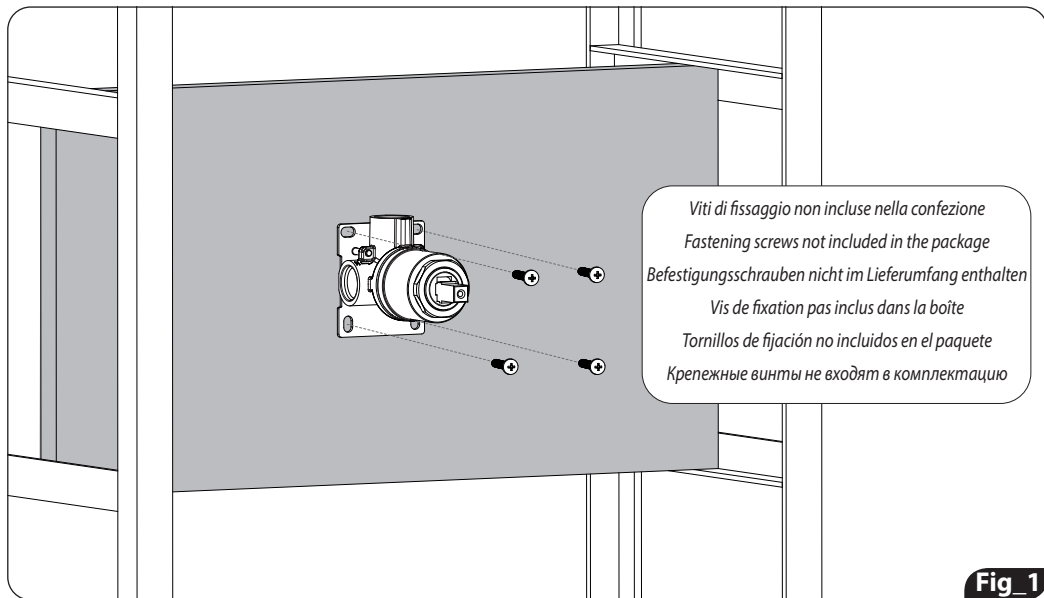

Fig. 1
1. Fissare il miscelatore completo con la protezione in plastica sul telaio di supporto universale per cartongesso (Fig. 1)
1. Fix the complete mixer with plastic protective casing on the universal support frame for plasterboard. (Fig. 1)
1. Den vollständigen Mischer mit seiner Plastik-Schutzhülle auf dem Universal-Trägerrahmen für Gipskartonplatten befestigen (Abb.1).
1. Fijar el mezclador completo con la protección de plástico sobre la estructura de soporte universal para placas de yeso. (Fig. 1)
1. Зафиксировать смеситель, в комплекте с защитой из пластика, на универсальной опорной раме для гипсокартона. (Рис.1)